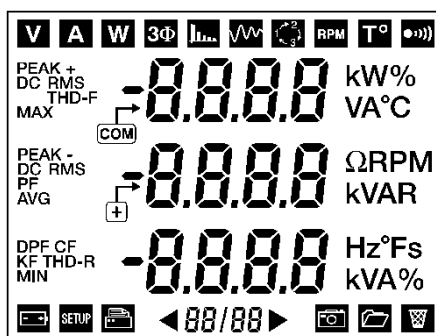

Figure 69 : Le premier écran à mise en marche.
- A l'affichage du premier écran (affichage des 172 segments, voir Figure 69, en page 28), appuyer et maintenir appuyée la touche jaune () jusqu'à bip sonore.